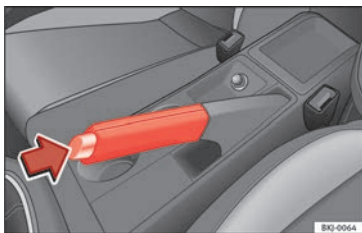

Fig. 173 Frein à main entre les sièges avant.
– Serrez le frein à main à fond en tirant le levier vers le haut » fig. 173.
– Soulevez légèrement le levier du frein à main, appuyez sur le bouton de déblocage dans le sens de la flèche » fig. 173 et abaissez le levier au maximum » ⚠.